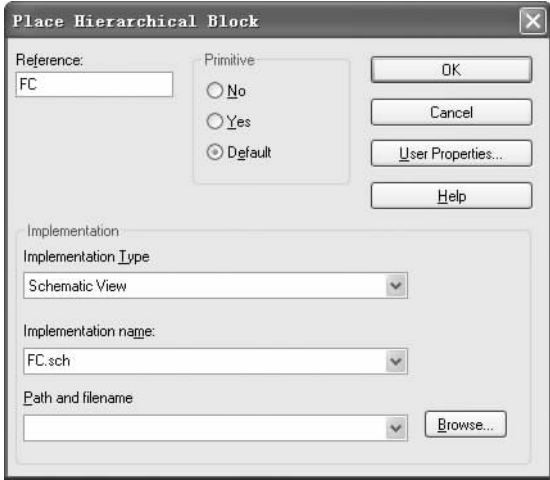

图 6-272 放置图表符对话框
2) 选择菜单栏中的“Place (放置)”→“Hierarchical Block (图表符)”命令，弹出如图 6-272 所示的对话框，在“Reference (参考)”文本框输入“FC”，在“Implementation Type (内层电路类型)”栏的下拉菜单中选择“Schematic View”，在“Implementation name (内层电路图名)”文本框输入“FC. sch”。